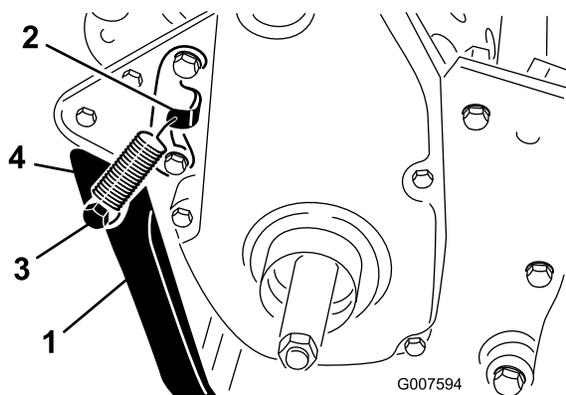

図 7
プリングブラケットの穴とスプリングスタッドの穴に引っ掛ける (図 7)。
3. ボルト、ロックワッシャ、スペーサ、平ワッシャ、ロックナットを使って、キックスタンドをフレームの左右に固定する (図 7)。スペーサは、キックスタンドの取り付け穴に入れる。